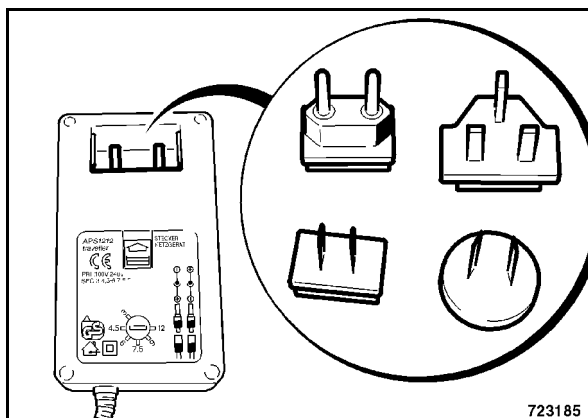

Рис. 72
- Установить на блок питания зарядного устройства соответствующую вилку (Рис. 72).